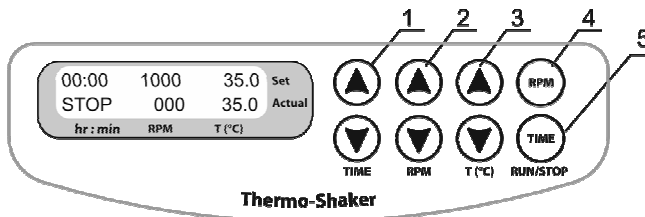
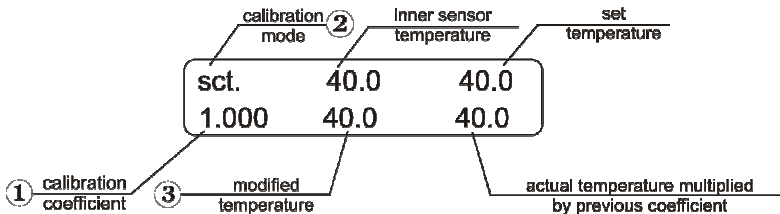

Abb. 3 Steuerung
Abb. 5 Steuerung im Kalibrierungsmodus
- 4.3. **Einstellung der Zeit (TIME).** Mit den Tasten ▲ und ▼ **TIME** (Zeit) (Abb. 3/1) können Sie das gewünschte Arbeitszeitintervall in Stunden und Minuten einstellen (Schrittweite 1 Min). Wenn Sie die Taste länger als 3 Sek gedrückt halten, wird die Schrittweite erhöht.
- 4.4. **Einstellung der Geschwindigkeit (RPM).** Mit den Tasten ▲ und ▼ **RMP** (Abb. 3/2) können Sie die gewünschte Geschwindigkeit einstellen (Schrittweite 10 rpm). Wenn Sie die Taste länger als 3 Sek gedrückt halten, wird die Schrittweite erhöht.
- 4.5. **Einstellung der Temperatur (T (°C)).** Mit den Tasten ▲ und ▼ **T (°C)** (Abb. 3/3) stellen Sie die gewünschte Temperatur ein (Schrittweite 0,1 °C). Wenn Sie die Taste länger als 3 Sek gedrückt halten, wird die Schrittweite erhöht.
- 4.7. Drücken Sie die Taste **RPM-RUN/STOP** (RPM-Laufen/Stop) (Abb. 3/4). Der Thermoblock beginnt zu rotieren und der Timer beginnt, das eingestellte Zeitintervall herunter zu zählen (mit 1 Min Präzision).
- 4.10. Erforderlichenfalls können Sie den Timer neu starten, während er läuft. Drücken Sie die Taste **TIME-RUN/STOP** (Zeit-Laufen/Stop) einmal (Abb. 3/5), um den Timer zu stoppen. Drücken Sie die Taste **TIME-RUN/STOP** (Zeit-Laufen/Stop) erneut, um den Timer neu zu starten.
-  **Achtung!** Nach Ablauf der eingestellten Zeit stoppt die Thermoblockbewegung automatisch, die Heizung kann jedoch nur manuell durch Herabsetzen der Temperatur mit der Taste **▼ T (°C)** ausgeschaltet werden (Abb. 3/3 - untere Taste), bis die Anzeige OFF (AUS) in der oberen Zeile (Set/Eingestellte) des Displays erscheint.
- 5.2. Um den Kalibrierungskoeffizienten einzugeben, halten Sie die Taste **TIME-RUN/STOP** (Zeit-Laufen/Stopp) (Abb. 3/5) länger als 8 Sek gedrückt, um den Kalibrierungsmodus zu aktivieren. Der Kalibrierungskoeffizient erscheint auf dem Display (Abb. 5/1).
- 5.3. Stellen Sie den Wert 1.000 mithilfe der Tasten ▲ und ▼ ein (Abb. 3/3), um die Werkseinstellungen wiederherzustellen, wie in Abb. 5/1 zu sehen ist.
- 5.9. Halten Sie die Taste **TIME-RUN/STOP** (Zeit-Laufen/Stopp) (Abb. 3/5) länger als 8 Sek gedrückt, um den Kalibrierungsmodus zu aktivieren. Folgende Parameter erscheinen auf dem Display (Abb. 5):
- 5.10. Benutzen Sie die Temperatur mit den Multiplikatorkoeffizienten, um den neuen Temperaturwert einzustellen. Ändern Sie mit den Tasten **Temp.** ▲ und ▼ (Abb. 3/3) den Kalibrierungskoeffizienten (Abb. 6A/1) so, dass der neue Temperaturwert (Abb. 6A/2) der Temperatur des autonomen Sensors entspricht. In unserem Beispiel beträgt der Kalibrierungskoeffizient 0,974 (im Bereich: 0,936 bis 1,063; Schrittweite 0,001).
- 5.11. Drücken Sie nach Abschluss der Kalibrierung einmal die Taste **RPM-RUN/STOP** (RPM-Laufen/Stop) (Abb. 3/4), um die Änderungen zu speichern und den Kalibriermodus zu verlassen.